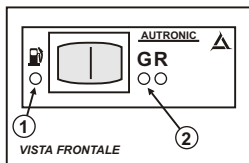

Fig.1
- POSIZIONE GAS (G-Fig.1): il led giallo è acceso (2-Fig.1)
- POSIZIONE BENZINA (B-Fig.1): il led rosso è acceso (1-Fig.1)